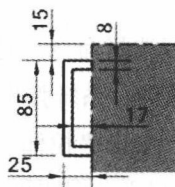

图 1.6 截面草图
② 进入草图环境,绘制图 1.6 所示的截面草图。
③ 选择下拉菜单 **任务(T) → 完成草图(F)** 命令(或单击 **完成草图(F)** 按钮),退出草图环境。
(3) 确定拉伸开始值和结束值。在“拉伸”对话框中单击**方向**区域的“反向”按钮 ;在**限制**区域的**开始**下拉列表中选择**值**选项,并在其下的**距离**文本框中输入值 0;在**限制**区域**结束**的下拉列表中选择**值**选项,并在其下的**距离**文本框中输入值 15,在**布尔**区域的下拉列表中选择**求和**选项,采用系统默认的求和对象。
(4) 单击 **<确定>** 按钮,完成拉伸特征 2 的创作。